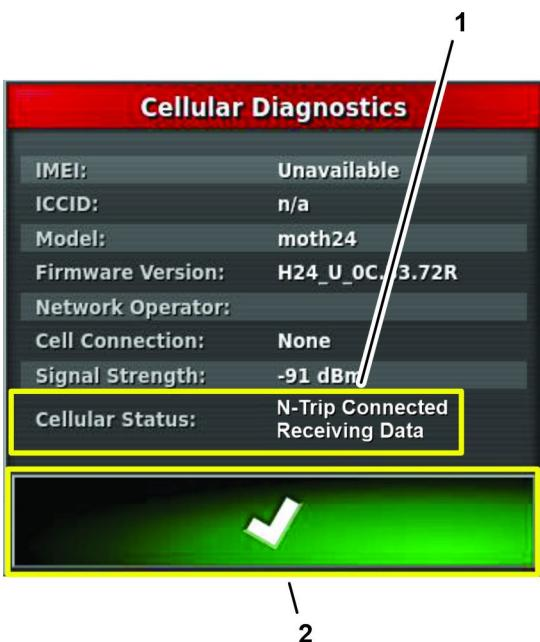

Figura 168
- Premete l'icona della DIAGNOSTICA CELLE e verificate che nel campo dello stato delle celle sia visualizzato il messaggio N-TRIP CONNECTED RECEIVING DATA (Collegato a N-Trip - ricezione dati in corso) (Figura 168).